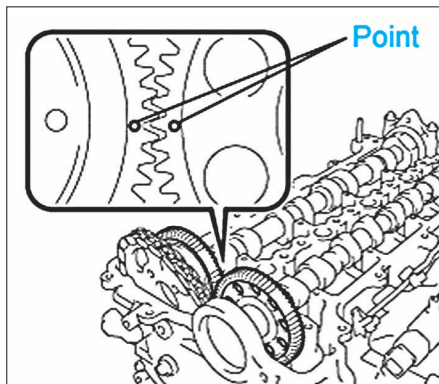

FIG. 59
- Reposer l'arbre à cames d'admission en positionnant le repère de sa roue dentée en face du repère de la roue dentée de l'arbre à cames d'échappement (fig. 59).